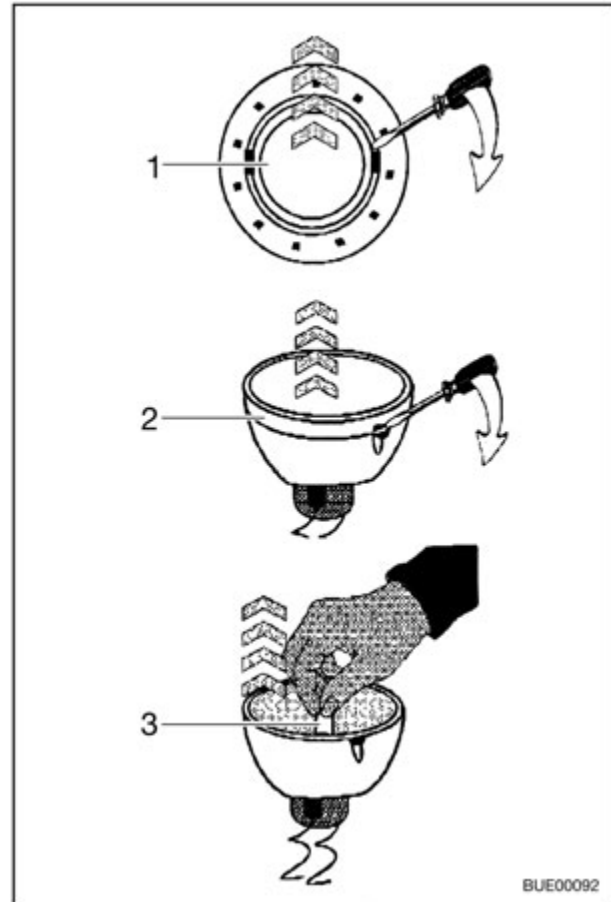

Fig. 165 Cambiar la bombilla halógena
- Soltar el anillo de cubierta interior (Fig. 165,1) de la carcasa con un desatornillador.
- Soltar el anillo de cubierta con la lámina de vidrio (Fig. 165,2) de la parte inferior de la lámpara halógena utilizando un desatornillador.
- Cambiar la bombilla halógena (Fig. 165,3).